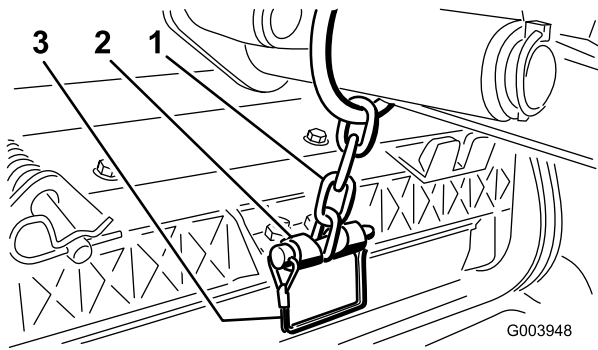

Figure 10
11. Fixez la chaîne du bras de relevage au support de la chaîne avec la goupille à fermoir (Figure 10). Utilisez le nombre de maillons mentionné dans le *Manuel de l'utilisateur* du plateau de coupe.